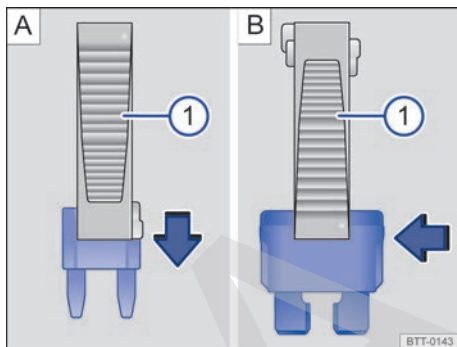

Fig. 179 Extraer o colocar el fusible enchufable plano con las pinzas de plástico: **A** MINI; **B** ATO.
- *En el caso de los fusibles enchufables planos*, en función del tipo de fusible, desplace los extremos adecuados de las pinzas → fig. 179 **A**  o → fig. 179 **B**  sobre el fusible en el sentido de la flecha.
- Si el fusible se ha fundido, sustitúyalo por uno nuevo del *mismo* amperaje (de igual color y grabado) y del *mismo* tamaño → ①.